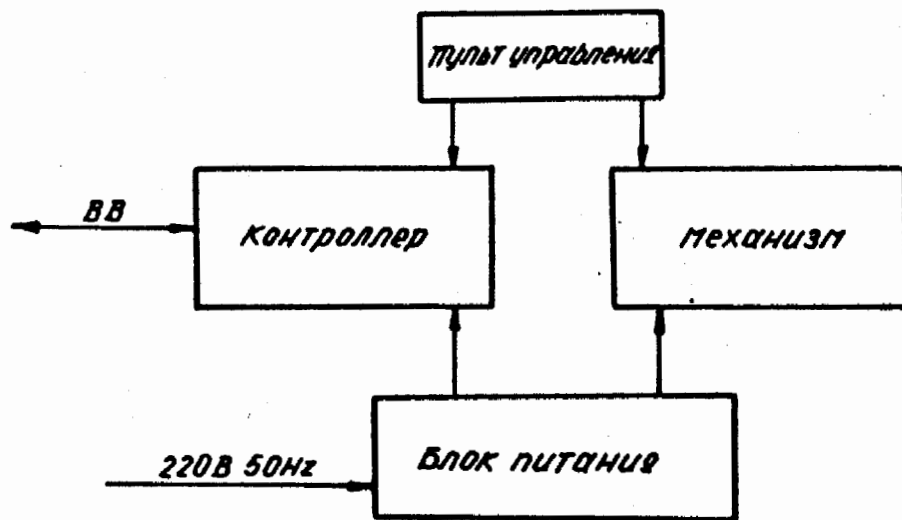

Рис. 6.
6.9.2.1. Структурная схема АЦПУ приведена на рис. 6.